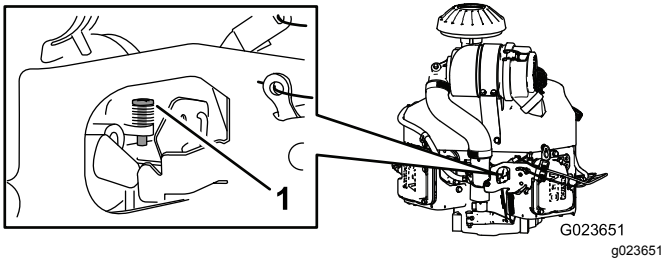

図 67
4. キャブレターのストップねじ(図 67)を使って、アイドル速度を 1350 - 1550 rpm に調整する。